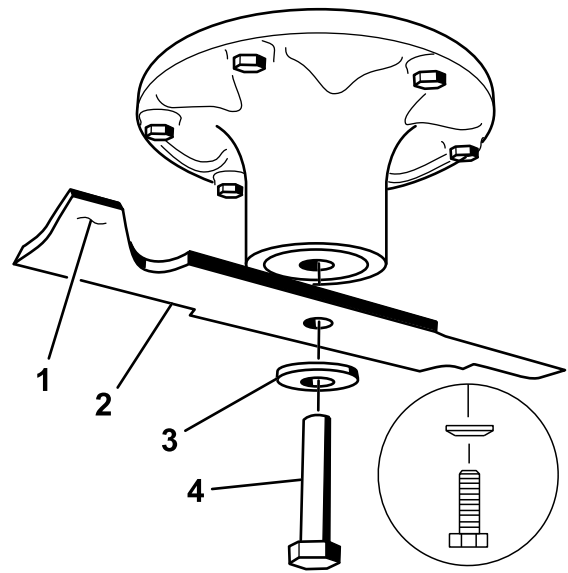

Figura 59
Sujete el extremo de la cuchilla usando un trapo o un guante grueso. Retire del eje el perno de la cuchilla (girándolo en sentido antihorario), la arandela curva y la cuchilla (Figura 59).
Nota: Si la cuchilla se mantiene horizontal, está equilibrada y puede utilizarse. Si la cuchilla no está equilibrada, rebaje algo el metal en la parte de la vela solamente (Figura 59). Repita este procedimiento hasta que la cuchilla esté equilibrada.
1. Instale la cuchilla en el eje (Figura 59).
Nota: El cono de la arandela de muelle debe estar orientado hacia la cabeza del perno (Figura 59).